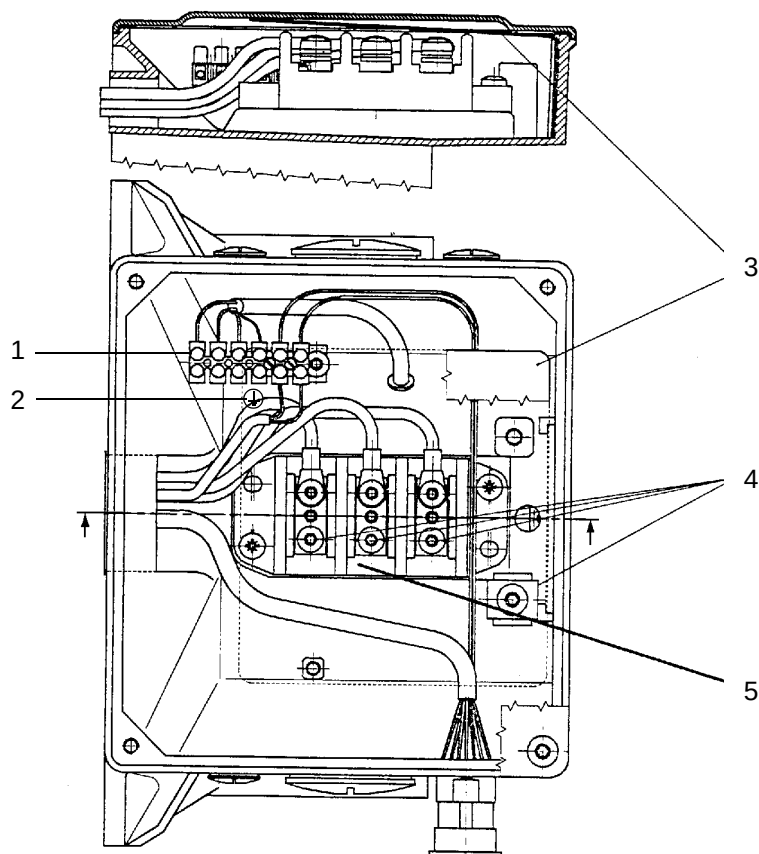

Abb. 5 Elektrischer Anschluss
Stromschlaggefahr! Die Isolierfolie im Klemmenkasten Abb. 5 dient zum Schutz gegen Spannungsüberschlag zum Deckel und darf deshalb nicht entfernt werden!
- Klemmenkastendeckel abschrauben und Motorleitungen, sowie Temperatursensorleitungen an Klemmenleiste abklemmen (Abb. 5).